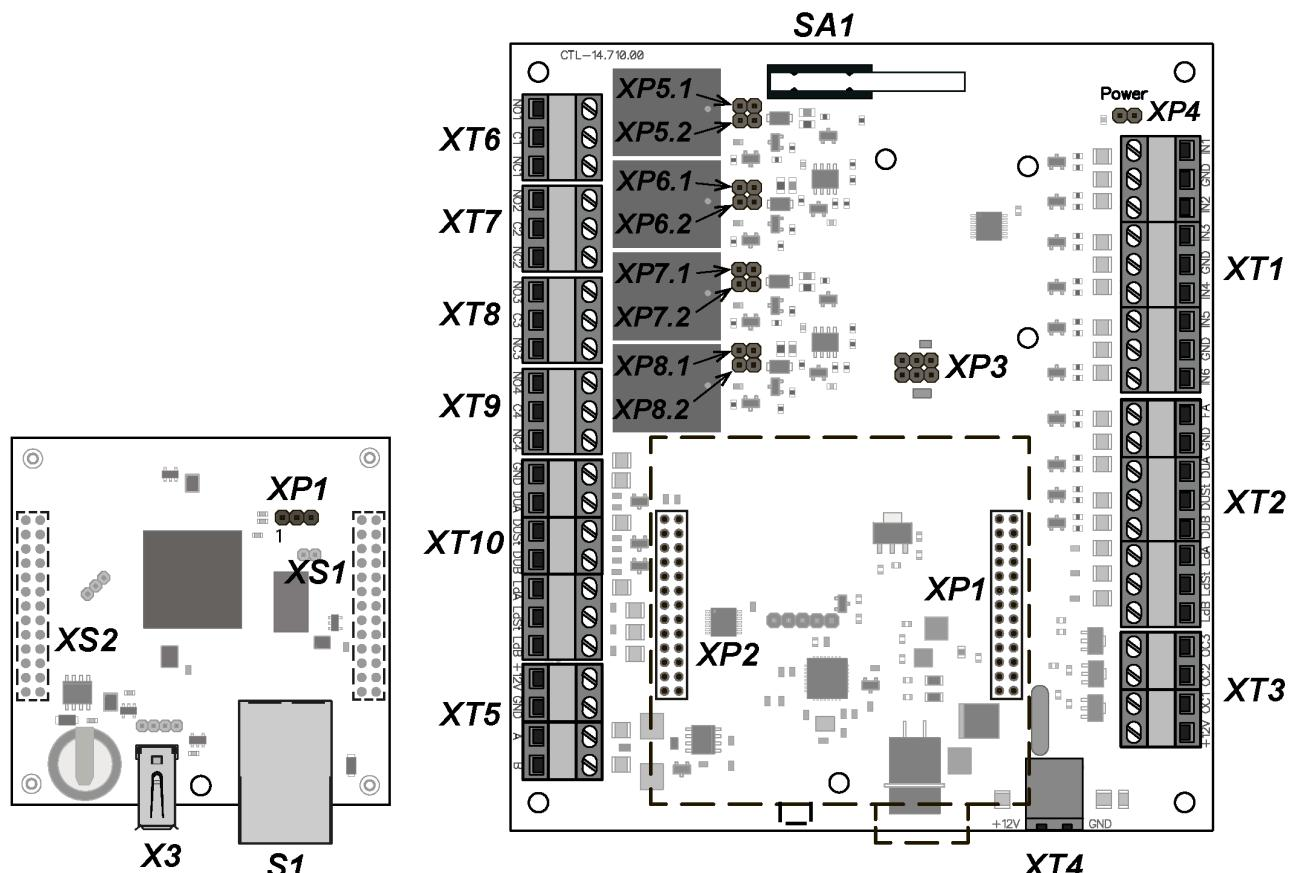

Рисунок 1. Внешний вид верхней и нижней плат контроллера
В состав контроллера входят две платы – верхняя (процессорный модуль) и нижняя (исполнительный модуль). Верхняя плата контактными колодками **XS1**, **XS2** вставляется в разъемы нижней платы **XP1**, **XP2** соответственно. Внешний вид верхней и нижней плат контроллера представлен на рис. 1. Назначение контактов клеммных колодок нижней платы контроллера приведено в табл. 1.
Контроллер обеспечивает контроль состояния шести входов под управлением выходами типа «сухой контакт» или «открытый коллектор» (OK):  $IN1 - IN6$ . Подключение к входам осуществляется через клеммную колодку **XT1** нижней платы контроллера (см. рис. 1 и 4).